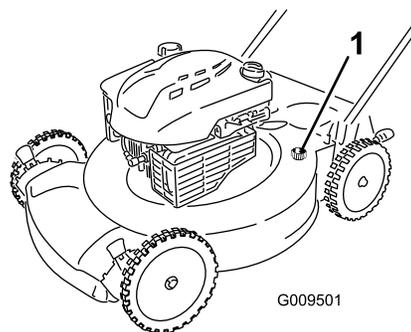

Figure 31
4. Branchez un tuyau d'arrosage, relié à une arrivée d'eau, à l'embout de lavage du carter de la tondeuse (Figure 31).